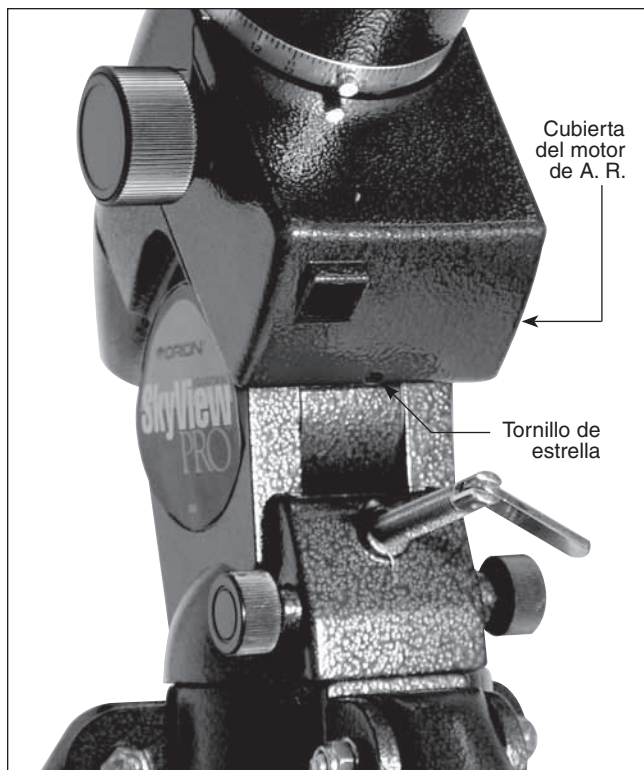

Figura 2. Cubierta del motor de A. R.
1. Quite la cubierta del motor de A. R. de la montura, aflojando el tornillo de estrella en la parte inferior de la cubierta (**figura 2**). Deslice la cubierta de la montura.